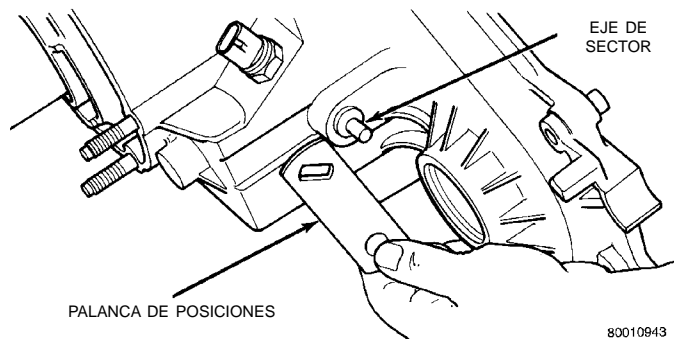

Fig. 23 Desmontaje de la palanca de posiciones
(4) Retire la arandela de la junta situada en el eje transmisor delantero. Deseche la arandela ya que no puede volver a utilizarse.
(5) Retire la tuerca y arandela que fijan la palanca de posiciones al eje de sector. Después mueva el sector a la posición NEUTRAL y retire la palanca de posiciones del eje (Fig. 23).